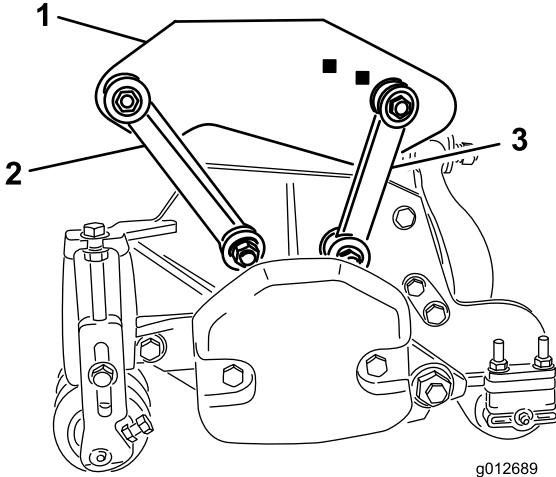

Figura 19
- Fissate i tiranti di montaggio anteriori nei fori del telaio portante centrale con un bullone (3/8 x 2-1/4 poll.), 2 rondelle piane e un dado di bloccaggio, come mostrato in Figura 19. Posizionate una rondella su
- Fissate i tiranti di montaggio posteriori nei fori del telaio portante posteriore con un bullone (3/8 x 2-1/4 poll.), 2 rondelle piane e un dado di bloccaggio, come mostrato in Figura 19. Posizionate una rondella su ogni lato del tirante durante il montaggio. Serrate i fermi a 42 Nm.